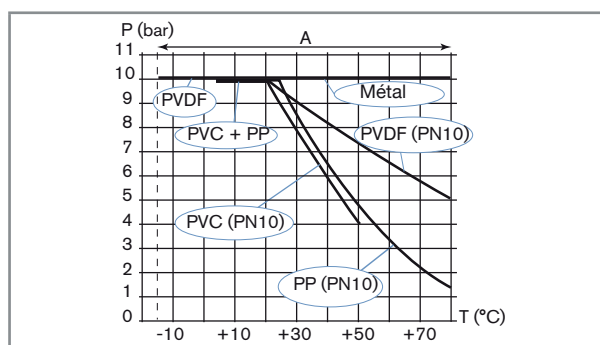

Fig. 1: Courbes de dépendance température-pression du fluide
Température du fluide	La température du fluide peut être limitée par la pression du fluide : se référer aux courbes de dépendance entre la température et la pression du fluide de l'appareil. Voir Fig. 1.
- ▶ Tenir compte de la dépendance température-pression du fluide selon la nature des matériaux du raccord (voir Fig. 1).